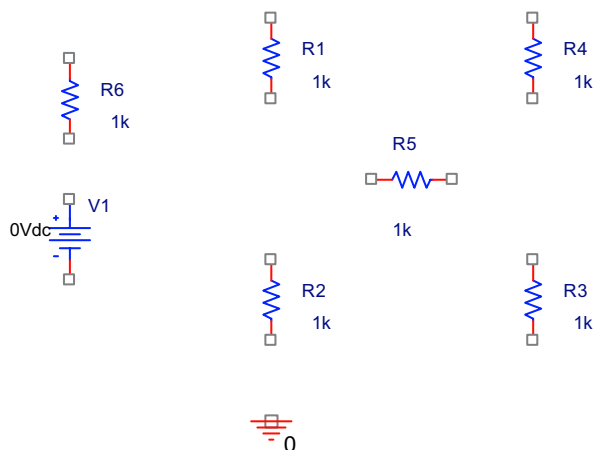

Figura 4. Resultado de colocar los componentes del circuito sobre la ventana de trabajo.
- 3 Seguir el mismo procedimiento que en el caso anterior. El nombre del componente en este caso que hay que escribir en la línea de texto Part es R. Deberéis colocar seis resistencias en las posiciones que se indican en la figura 4. Para girar una resistencia antes de colocarla con el ratón pulsar la tecla R (Rotate)
- 2 Colocar el elemento de tierra '0' de la librería SOURCE.OLB de forma que hasta el momento el aspecto de la pantalla debe ser el que se muestra en la figura 4.